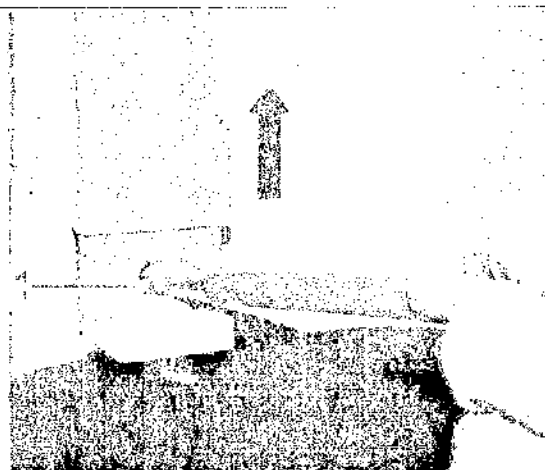

Рис. 119: Прочистка патрубков охлаждения
3. Прочистить патрубок охлаждения (рис. 119/1) стержнем из стекловолокна. Для этого следует поднять крышку подъемника.